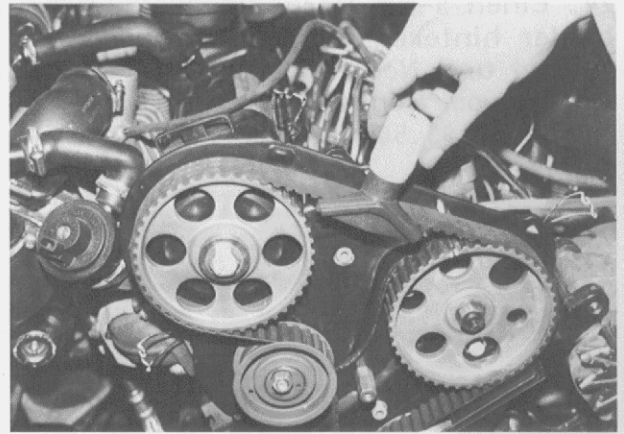

Bild 195.52
- Mutter an der Spannrolle lösen und Spannrolle mit Zapfenschlüssel Nr.57 nach rechts drehen, Mutter festziehen (195.53). Zahnriemenspannung entsprechend den Arbeitsgängen Bild 195.52 prüfen.